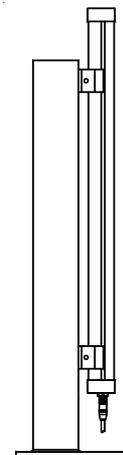

Bild 6
3.6 Justierungen nach links oder rechts können nun mittels der Winkeljustierschrauben siehe Beschreibung Punkt 1.6 sowie Bild 2 und 4 oder durch Justierung des Bodenständers mittels der Langlöcher (B), (siehe Bild 6) erfolgen.